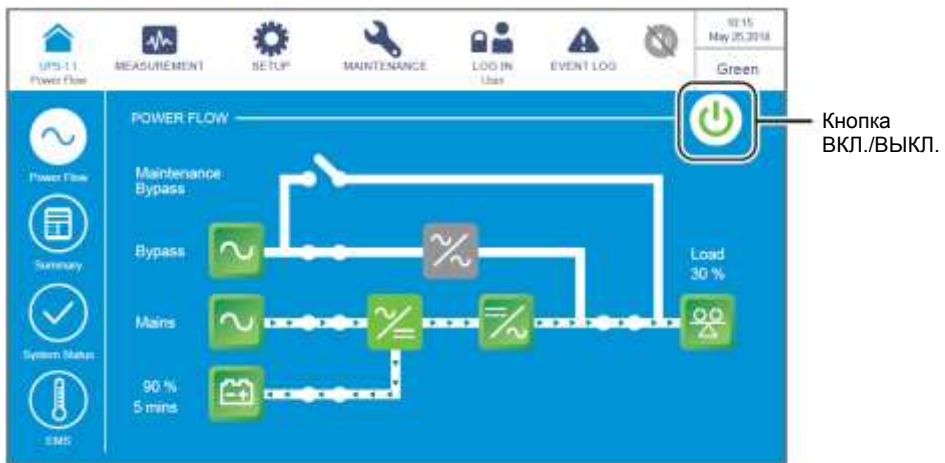

Рисунок 6-62: Экран энергосберегающего режима и кнопка ВКЛ./ВЫКЛ.
- 1) В режиме сбережения энергии на ЖК-дисплее отображается следующий экран (**Рисунок 6-62**), а трехцветный светодиодный индикатор горит зеленым. Расположение трехцветного светодиодного индикатора см. на **Рисунке 2-11**.